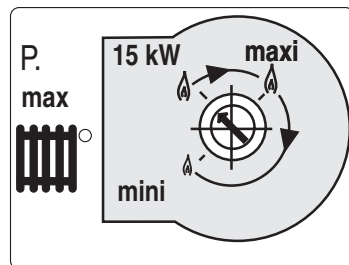

Рис. 21
- Потенциометр на мощность 23 кВт (Р / рис. 21) настройте так, чтобы стрелка находилась в направлении вертикально вверх.
- Повторно проведите настройку с помощью потенциометра (P / рис. 21) в диапазоне min – max .